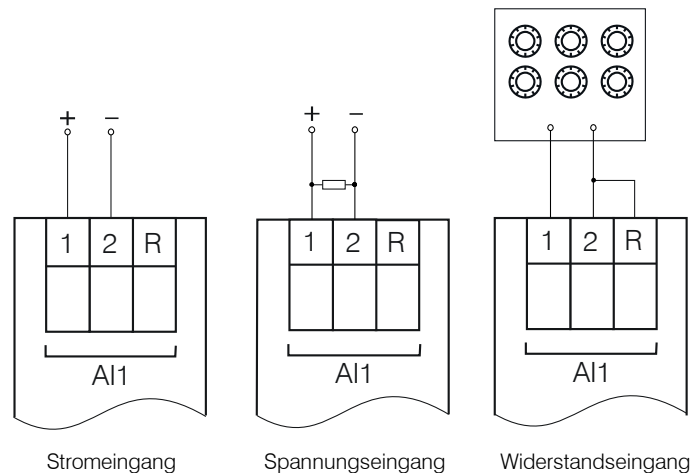

Abb. 6.1 Eingangsanschluss der Referenzsignalquelle
1. Um einen Eingang zu kalibrieren, schließen Sie die Referenzsignalquelle an diesen an (Abb. 6.1).